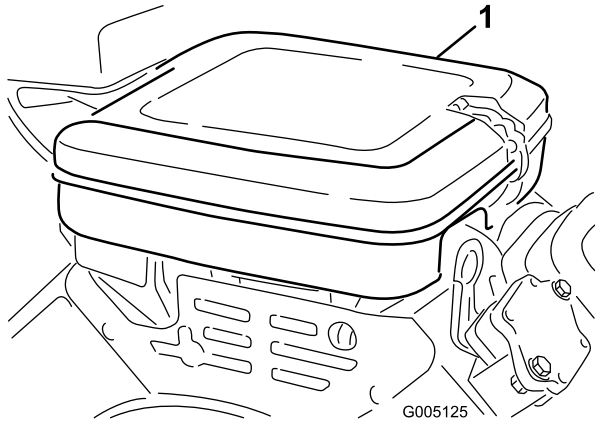

Figura 40
1. Limpie la tapa a fondo (Figura 40).